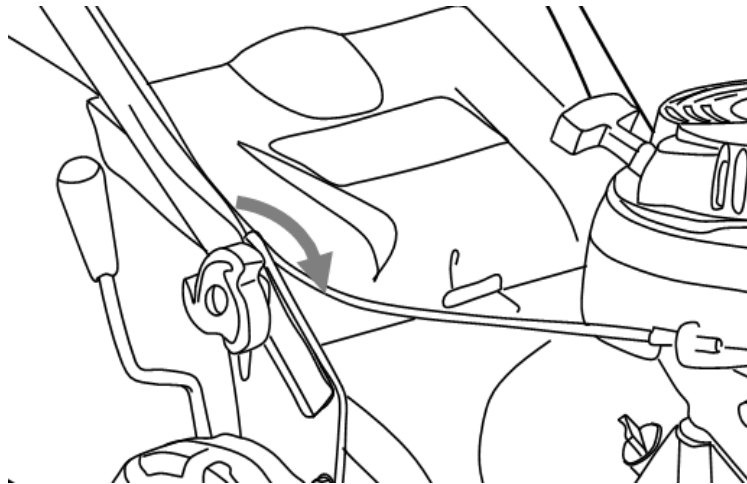

Abb. 1
- 1) Befestigen Sie den unteren Griff mit den Befestigungsschrauben und -mutter des unteren Bügels wie unten abgebildet am Gerät. Lösen Sie zunächst die Schrauben, setzen Sie dann den unteren Griff auf die Halterung und vergewissern Sie sich abschließend, dass die Schrauben ausreichend festgezogen sind. Denken Sie daran, dass die Schrauben gemäß Abb. 1 auf beiden Seiten mithilfe eines Schraubenschlüssels befestigt werden müssen.